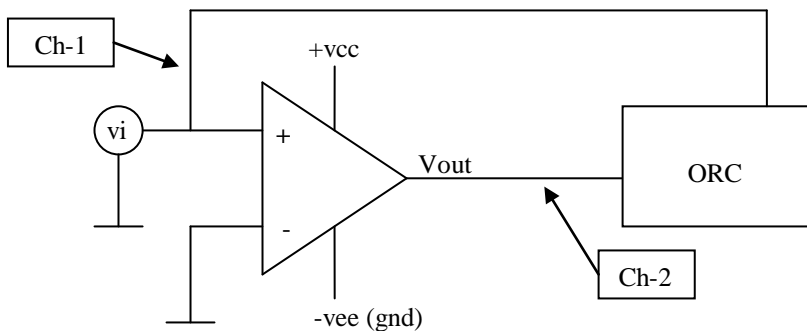

Figura 2
1. Armar el circuito de la figura 2